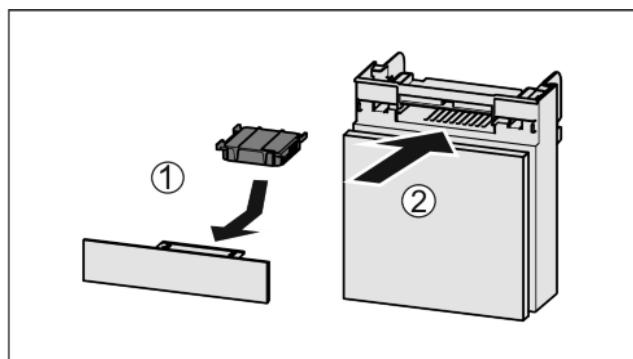

Fig. 34
- Vložte aktívny uhlíkový filter podľa obrázka Fig. 34 (1).
- Zasuňte zásuvku Fig. 34 (2).